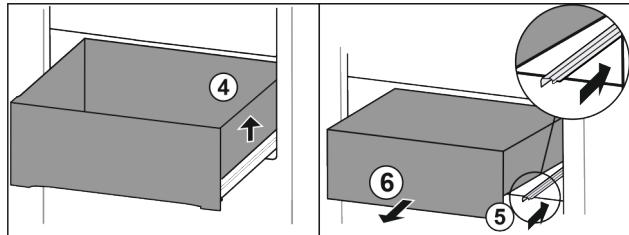

Fig. 15
► Приподнимите выдвижной ящик справа Fig. 15 (4).
► Вставьте правую направляющую Fig. 15 (5).
► Извлеките выдвижной ящик движением вперед Fig. 15 (6).